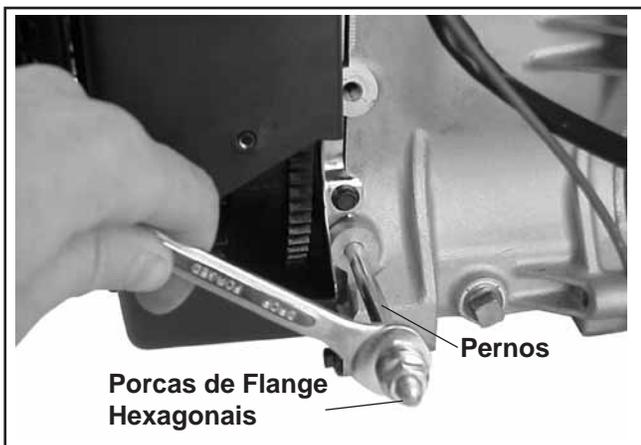

Figura 9-18. Retirar os Pernos de Montagem.
- d. Se for necessário retirar os pernos de montagem, utilize as duas porcas de flange hexagonais dos pernos de montagem, apertados flange a flange, para retirar. Consulte a Figura 9-18.